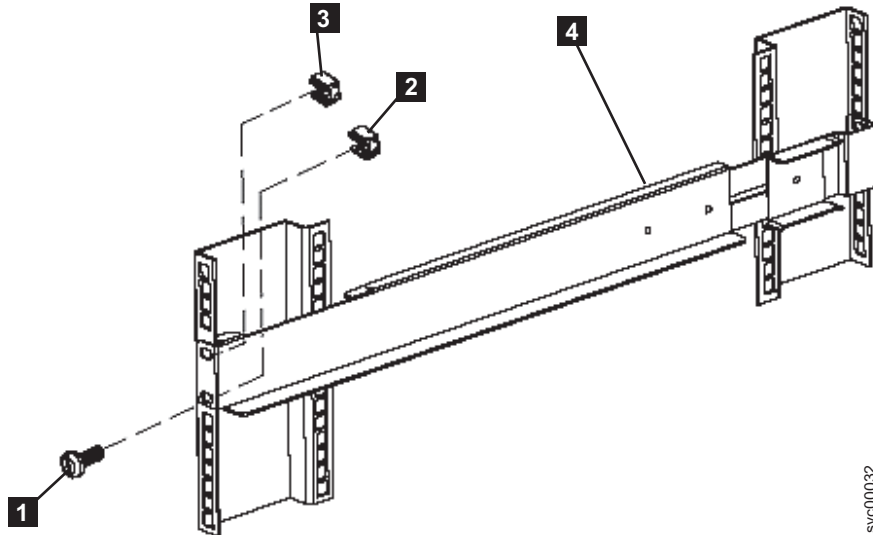

図 28. 2145 UPS-1U への前面レールの固定
7. 1 つの M6 × 10 ねじと 1 つのクリップ・ナットを使用して、レールの下部の穴のみをラックの前面に取り付けます (68 ページの図 28 の **1** を参照)。